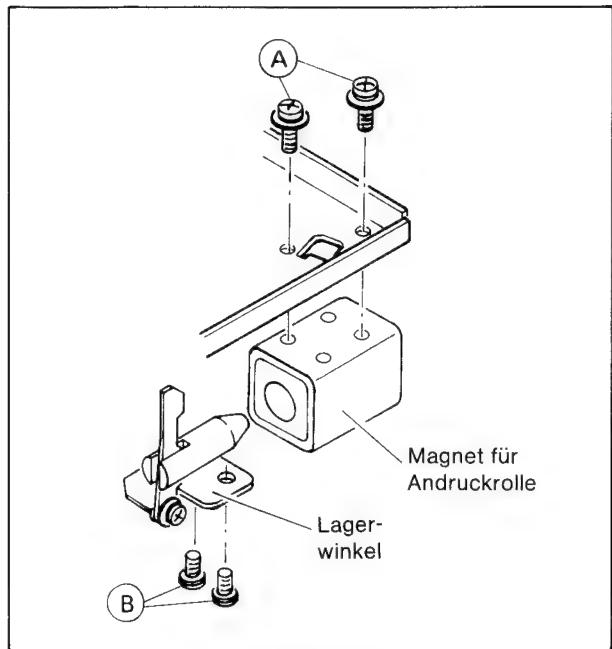

Bild 2-10
1. Schrauben A lösen, Magnet herausnehmen (Bild 2-10).